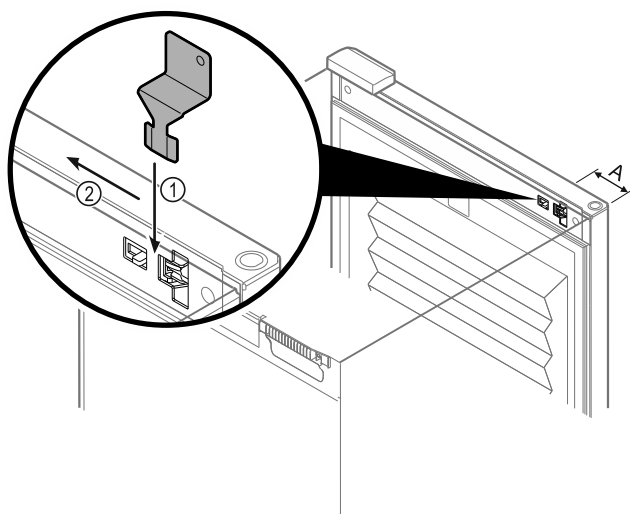

Fig. 146
- ▶ Klíč pro nouzové odblokování umístěte na dané místo Fig. 146 (A) ≈ 100 mm.
- ▶ Zasuňte klíč pro nouzové odblokování mezi dveře a korpus spotřebiče shora až na doraz Fig. 146 (1).
- ▶ Zatlačte klíč pro nouzové odblokování ve směru strany závěsu Fig. 146 (2).